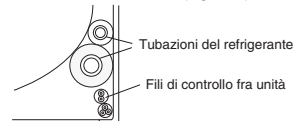

Fig. 3-67
- (3) Installare l'unità interna sul pannello posteriore.
- (4) Collegare la tubazione e i cavi all'interno dall'esterno.
- (5) Dopo aver completato un controllo delle perdite, legare a fasci le tubazioni con nastro armato e conservare all'interno della zona di immagazzinaggio delle tubazioni sul retro dell'unità interna e tenerle ferme con dei morsetti. (Fig. 3-67)